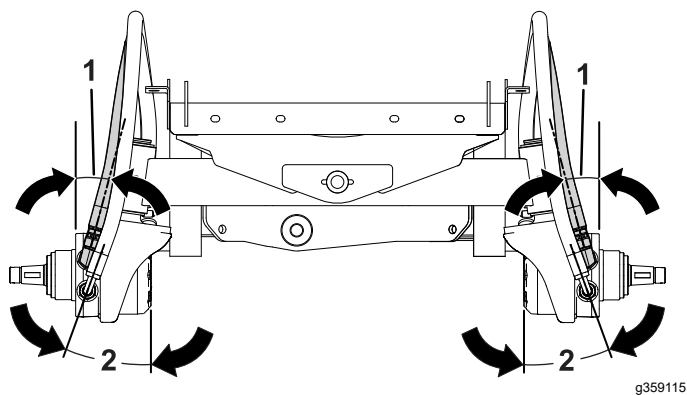

Figur 4
6. Montera slangen med raka kopplingar på 90-gradersknäröret (Figur 4).
7. Montera slangen med 90-gradersknäröret på den raka kopplingen (Figur 4).
16. Ta bort ett lock åt gången och montera rätt slang på hydraulledningen enligt Figur 4.
17. Ta bort det återstående locket och montera slangen på hydraulledningen (Figur 4).